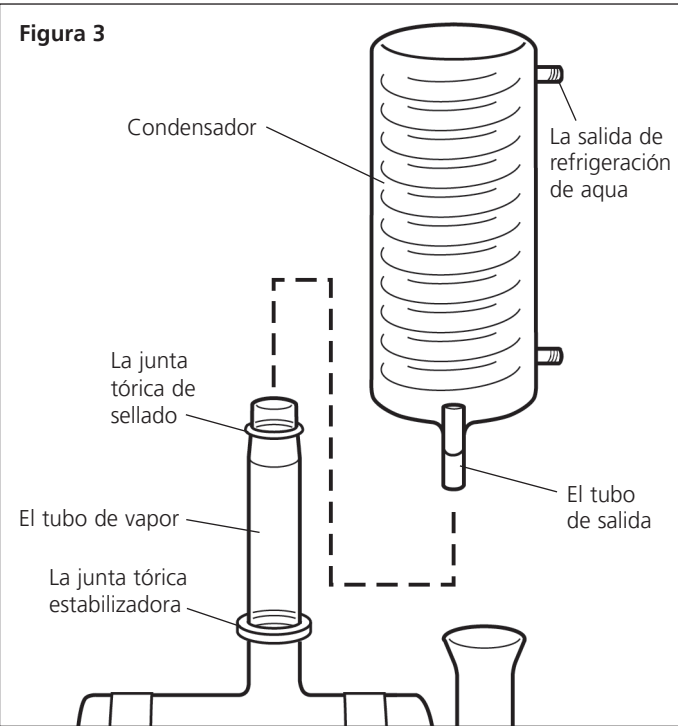

Figura 3
- 5. Asegúrese de que la junta tórica de sellado y la junta tórica estabilizadora estén correctamente colocadas, según se muestra en la Figura 3. Monte el condensador WC48/M2 montándolo en el tubo de vapor de la caldera. Asegúrese de que tubo de salida de destilado del condensador está orientado hacia la parte delantera y que la salida de refrigeración esté paralela a la unidad.